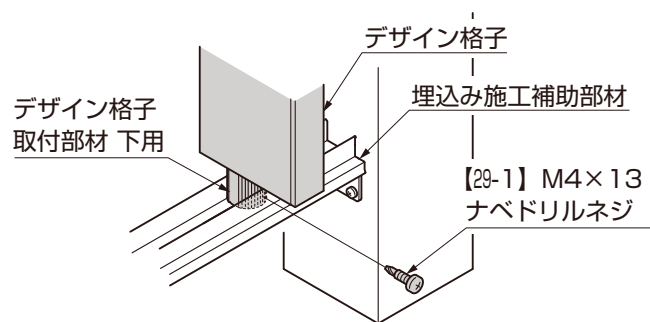

図9-9 デザイン格子の場合
- ③デザイン格子取付け部材 下用を埋込み施工補助部材に【29-1】で取付けてください。(図9-9参照)